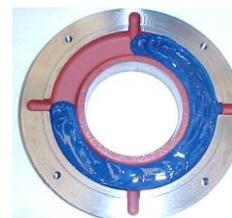

Figura 7.4: Anel de fixação externo do mancal
- Preencher $\frac{3}{4}$ do depósito dos anéis de fixação interno e externo com a graxa recomendada (Figura 7.4) e lubrificar o rolamento com quantidade suficiente de graxa antes de montá-lo;